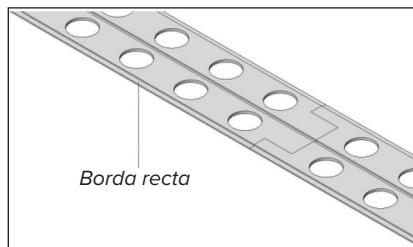

Fig.5: Sammanfogning av styrskenor
4.5.1. Placera styrskenan på den detalj som skall skäras. Koppla den andra styrskenan till den första om en längd större än 2 m behöver skäras enl. bild 5.